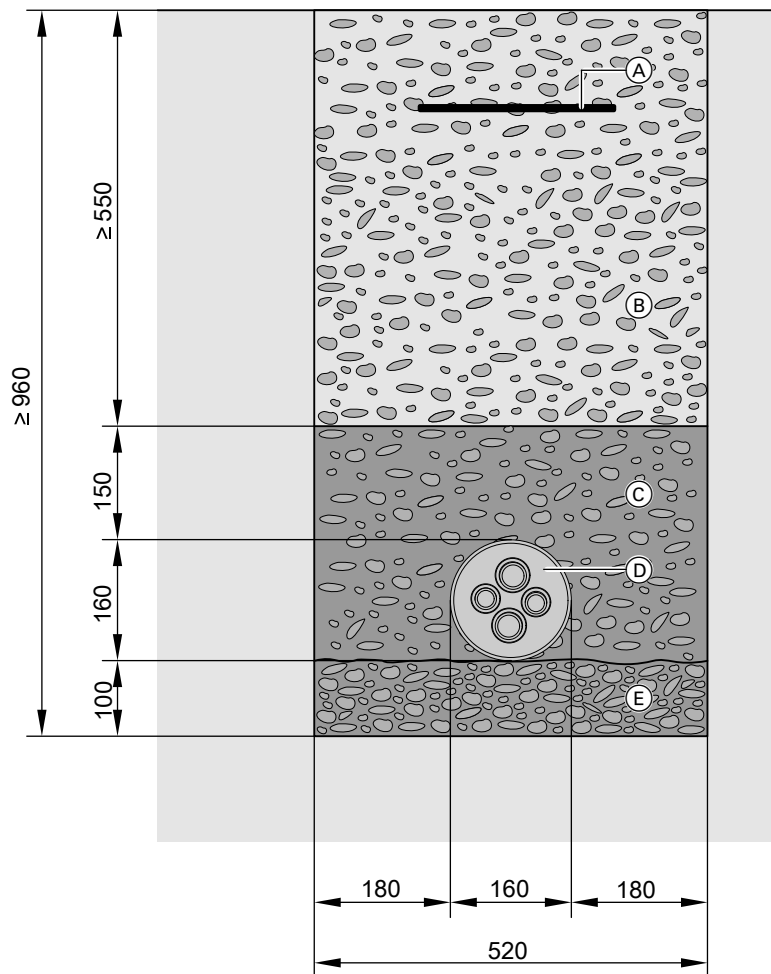

Abb. 3
- Graben ist mit einem Sandbett Höhe 10 cm gefüllt. Siehe Abb. 3.